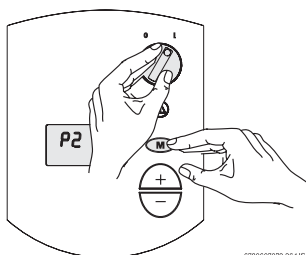

Fig. 43
- Manteniendo pulsado el botón Programación (M), coloque el interruptor On/Off en ON (I) (véase la Fig. 43). Suelte el botón Programación en el momento en que "188" parpadee en el display. Ahora, en el display debe aparecer P2.